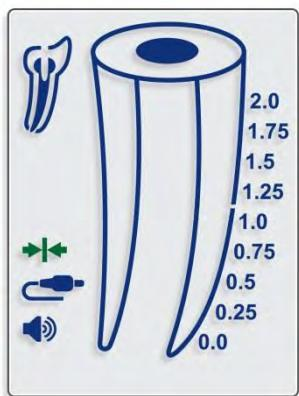

Fig. 3
- 7.3.2. Sul display verrà visualizzata l'icona di connessione a indicare che il collegamento è corretto (Fig. 3).